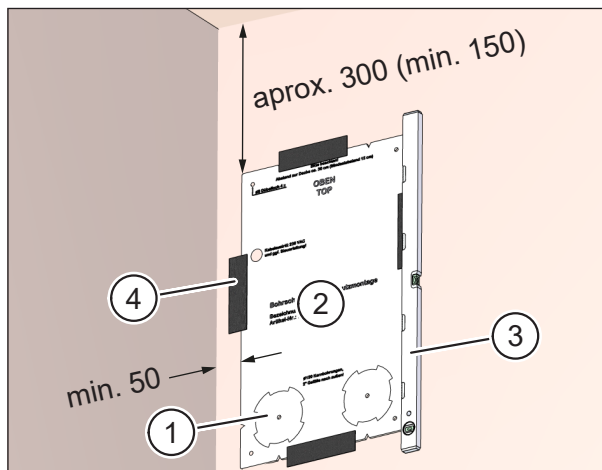

Fig. 14: Marcarea pozițiilor găurilor de carotare
- ▶ Apăsați secțiunile pre-perforate (elementul 1 în Fig. 14) pentru găurile de carotare pentru a le scoate din șablonul de găurire.
- ▶ Amplasați șablonul de găurire (elementul 2 în Fig. 14) în poziția de instalare pe peretele intern.
- ▶ Utilizați nivela cu bulă de aer pentru a alinia șablonul (elementul 3 în Fig. 14).
- ▶ Fixați șablonul de găurire în poziția corespunzătoare cu bandă adezivă (elementul 4 în Fig. 14).